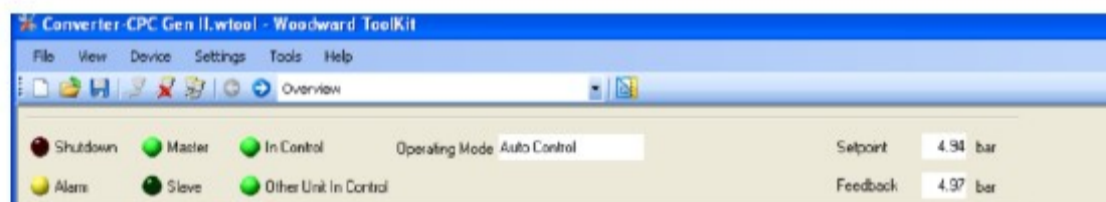

图 4-2. 工具软件上部关于冗余单元（显示主/从状态）
- Master/Slave** 主/从: 当使用冗余CPC-II时，控制系统指定主/从设备，当前受控设备状态在每页顶部显示(如图4.2)